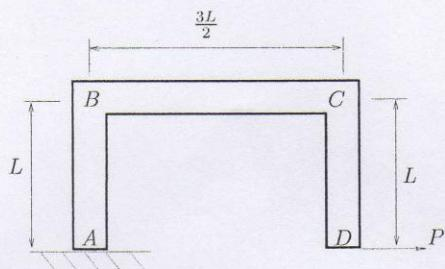

Figura 1: Viga dobrada.
1. (23 puntos) Para la viga dobrada mostrada en la Figura 1, que está empotrada en *A*, en donde EI es un dato conocido, determine la deflexión horizontal del punto *D* y la pendiente en el mismo punto.